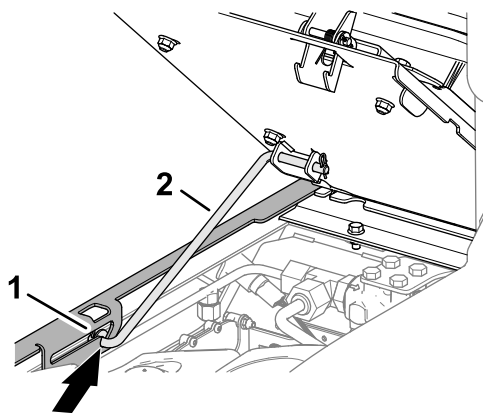

Figura 97
3. Asegúrese de que la varilla de sujeción delantera está asentada en la ranura de retención del soporte del asiento (Figura 97).